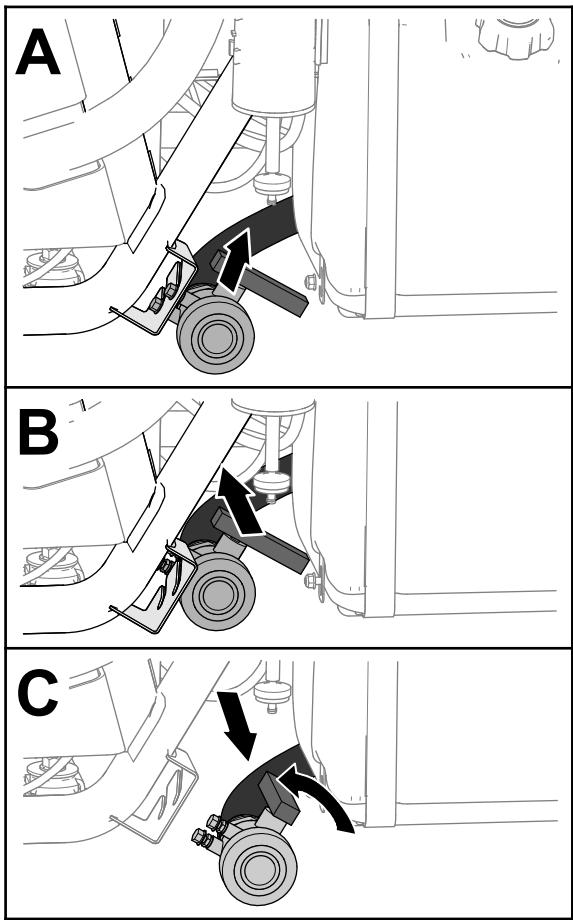

Figura 27
2. Localize a válvula de escoamento do depósito à esquerda da máquina, à frente do depósito de combustível (Figura 27).
3. Levante a válvula e move-a para dentro até os pernos de montagem da válvula saírem das ranhuras no suporte da válvula de drenagem e move a válvula para trás (**Figura 27**).
4. Alinhe a extremidade da válvula com o recipiente de drenagem e rode a pega da válvula no sentido contrário ao dos ponteiros do relógio para a posição aberta (**Figura 27**).
5. Quando o depósito tiver drenado completamente, rode o manípulo da válvula de drenagem para a posição fechada e monte a válvula no suporte da válvula de drenagem (**Figura 27**).